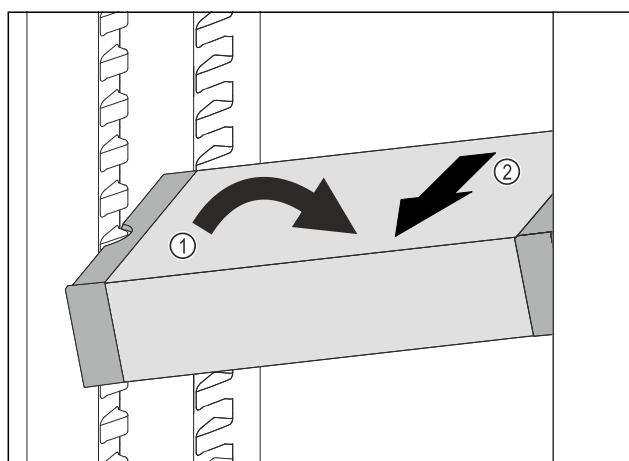

Fig. 179
- ▶ VarioSafe postavte v chladničce šikmo. Fig. 179 (1)
- ▶ VarioSafe odeberte směrem dopředu. Fig. 179 (2)